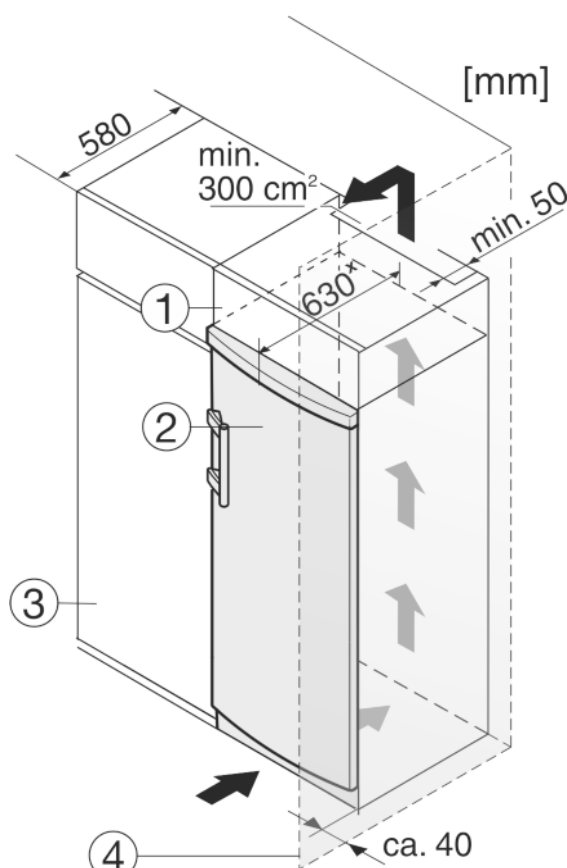

Fig. 11
Het apparaat kan in keukenkasten worden ingebouwd. Om het apparaat Fig. 11 (2) aan de hoogte van het keukenblok aan te passen, kan boven het apparaat een opzetkast Fig. 11 (1) worden aangebracht.
Bij een ombouw met keukenkasten (diepte max. 580 mm) kan het apparaat direct naast de keukenkast Fig. 11 (3) worden geplaatst. Het apparaat steekt aan de zijkant 34 mm × en in het midden 50 mm × uit ten opzichte van het keukenkastfront.
Plaast u het apparaat met de scharnierkant naast een muur *Fig. 11 (4)*, dan moet de afstand tussen apparaat en muur minstens 40 mm bedragen. Dit in verband met het uitsteken van de deurgreep bij een geopende deur.